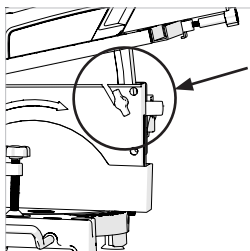

Fig. 5
- Tischplatte bis zur höchstmöglichen Position anheben und Feststellschraube wieder festdrehen. (**Abb. 5**)